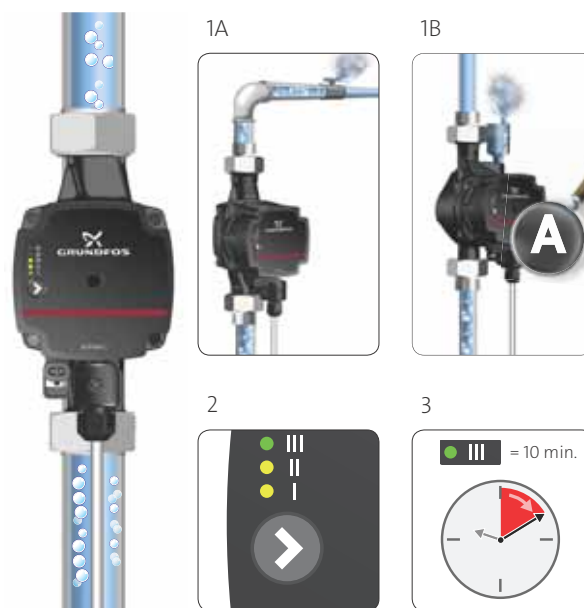

Fig. 7 Ajrimi i sistemit
- Nëse valvuli i ajrimit është instaluar në sistem, hapni valvulin manualisht. Shih fig. 7, 1A. Nëse kafazi i pompës ka një ndarës së ajrit të instaluar (ALPHA1 L XX-XX A) dhe ka të instaluar një ajruer automatik, ajri del automatikisht. Shih fig. 7, 1B.
- Vendoseni pompën në shpejtësinë III. Shih fig. 7, 2.
- Lëreni pompën të funksionojë për rreth 10 minuta. Shih fig. 7, 3. Përsërisni hapat 1-3, nëse është e nevojshme.